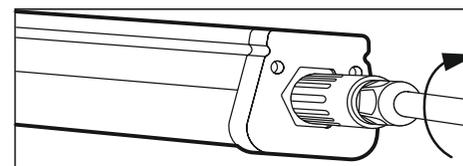

Рис. 3
- Соедините быстросъемный разъем и надежно закрутите его, чтобы добиться герметичности (рис. 3). **Внимание!** Не допускается эксплуатация приборов с неустановленными разъемами для быстрого подключения.